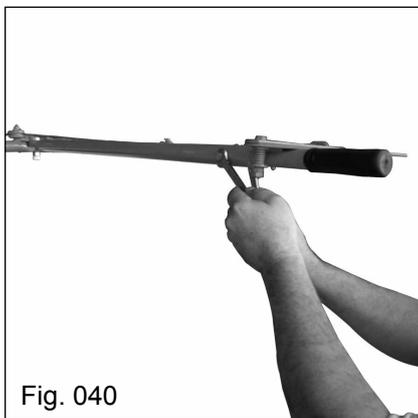

Fig. 040
a) Solte o parafuso que une a alavanca auxiliar e o prolongador da alavanca auxiliar (Fig. 040);